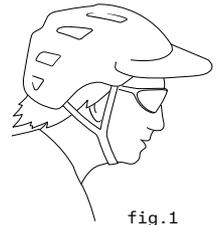

fig.1
1. Portez toujours un casque de vélo (fig.1) certifié et approprié à la sortie prévue. Respectez toujours les instructions du fabricant en ce qui concerne comment le mettre à la bonne taille, comment l'utiliser et comment l'entretenir. La plupart des blessures sérieuses suite à un accident en vélo touchent la tête. Ces blessures peuvent être évitées si le cycliste porte un casque approprié.